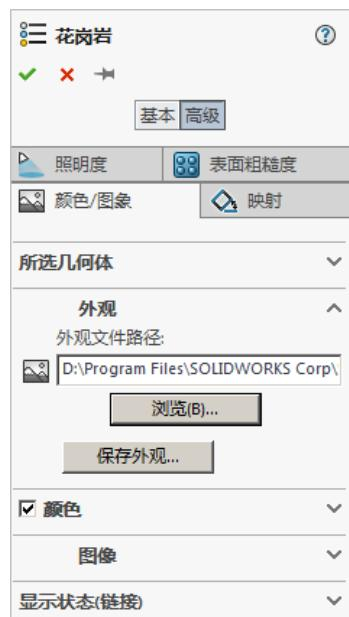

图 7.10.2 “高级”选项卡
Step3. 定义外观类型。在“颜色”对话框中单击 **高级** 选项卡，如图 7.10.2 所示；单击 **外观** 区域中的  按钮，然后选择并打开文件 C:\Program Files\SOLIDWORKS Corp\SOLIDWORKS\data\graphics\materials\stone\architectural\granite.granite.p2m。